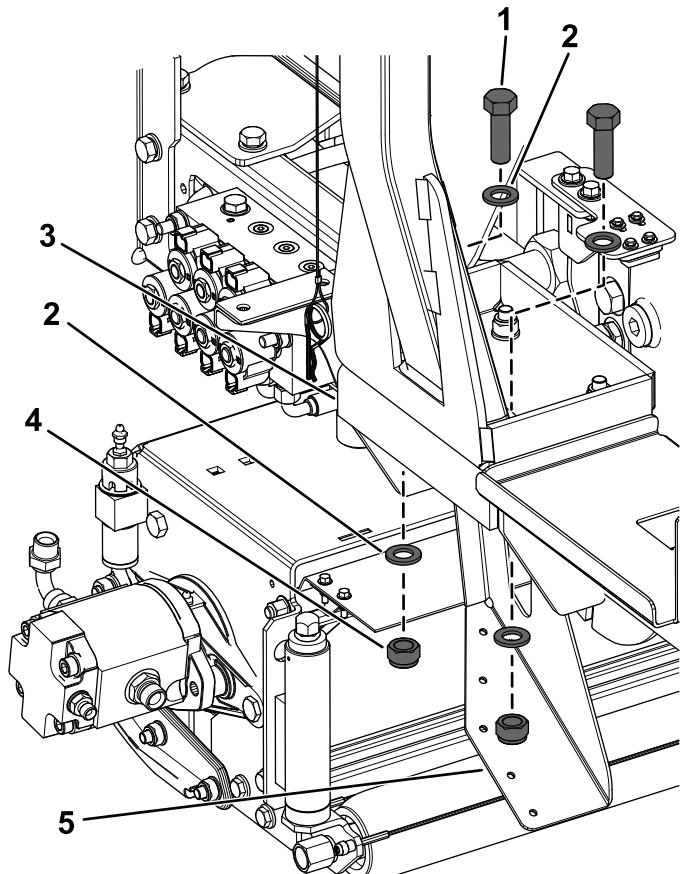

Bild 7
- Befestigen Sie die linke Schmutzfängerhalterung mit den zuvor entfernten beiden Sechskantschrauben (16 x 50 mm), vier Unterlegscheiben und zwei neuen Sicherungsmuttern (16 mm) lose an der linken Überrollschatzhalterung, wie in Bild 7 dargestellt.